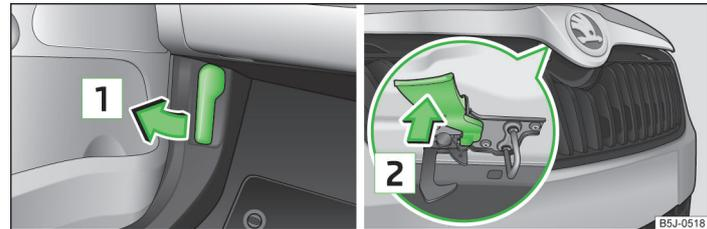

Abb. 123 Entriegelungshebel für Motorraumklappe / Entriegelungshebel
» Abb. 123.
- Den Entriegelungshebel in Pfeilrichtung **2** drücken » Abb. 123, die Motorraumklappe wird entriegelt.
Niemals die Motorraumklappe am Entriegelungshebel öffnen ➤ Abb. 123.